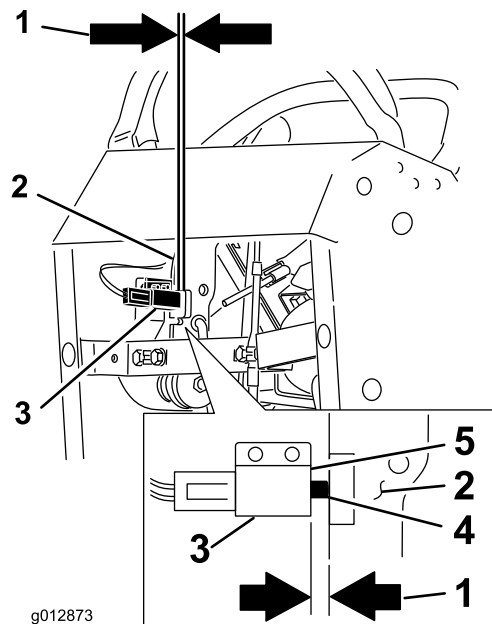

Figura 63
12. Compruebe la distancia entre la palanca de freno y la cara del interruptor, según se muestra en Figura 63. El espacio debe ser de 3 mm (1/8 pulgada) con el freno **puesto**.